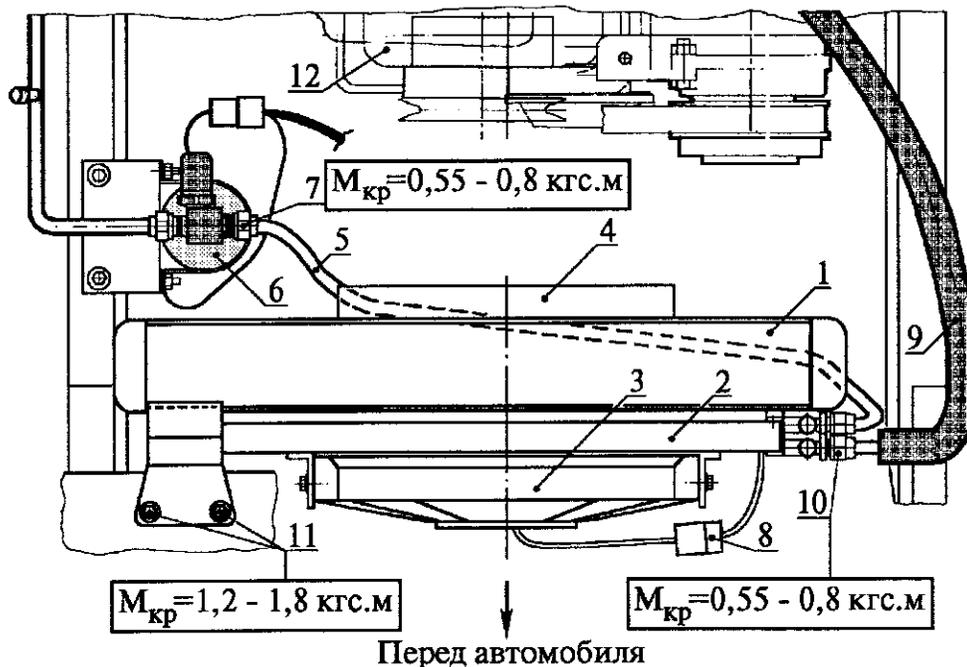

Рис. 35. Установка радиатора охлаждения с конденсатором, электроventильяторами и отводящей трубкой конденсатора в сборе на автомобиль ГАЗ-3102:
5.24. Установить радиатор 1 (рис. 35) охлаждения с конденсатором 2, электроventильяторами 3, 4 и отводящей трубкой 5 конденсатора в сборе на автомобиль ГАЗ-3102 в последовательности, обратной снятию (см. п. 4.4), при этом руководствоваться следующими техническими требованиями: